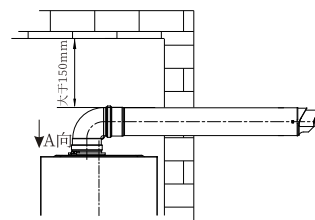

图3.6a
- (1) 同轴烟道的安装要严格按照CJJ12-99及其它相关标准操作，烟道出口位置与周围建筑物开口的距离选择也要符合其标准要求，如图3.6a所示。
- (2) 为防止同轴烟道上的排气孔和进气孔被堵塞，应将同轴烟道伸出墙外。
- (3) 同轴烟道安装接触或穿过房屋墙壁的管道时，相对环境的表面温升应小于等于60K，当该温升超过60K时，应在同轴烟道通过易燃材料组成的墙体时；必须覆盖厚度在20mm以上的不燃耐高温材料围护，确保墙体表面温升小于等于60K。
- (4) 同轴烟道与其穿过的墙壁上的圆孔之间的间隙，不得用水泥类东西填充，请使用随机附件的烟道法兰密封，否则不利于维修操作。
- (5) 同轴烟道的外表面应与上面的建筑物相距45mm以上。
- (6) 若使用加长管，所有的接口处必须密封，不得使废气漏入室内。
- (7) 烟道口位置必须位于不会造成公害的地方。
- (8) 壁挂炉必须与同轴烟道连接且须导出室外（如如3.6b），没有烟管，停止壁挂炉运行。
- (9) 排烟温度最高可达到90°C，因此使用排烟管时应注意其材质能否在该温度下长期运行。
- (10) 由于排烟管具有一定的温度，因此不可连接到易受热变形管道上（如不耐高温的塑料管和内部有涂层的管道）。